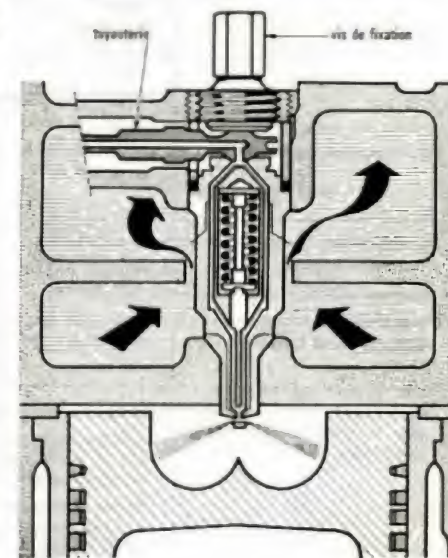

Fig. 20. — Injection directe système Saurer adoptée sur tous les moteurs UNIC.
1) Dans certains cas, la fixation du porte-injecteur et de la tuyauterie se fait d'une façon particulière, notamment sur tous les moteurs UNIC (fig. 20).